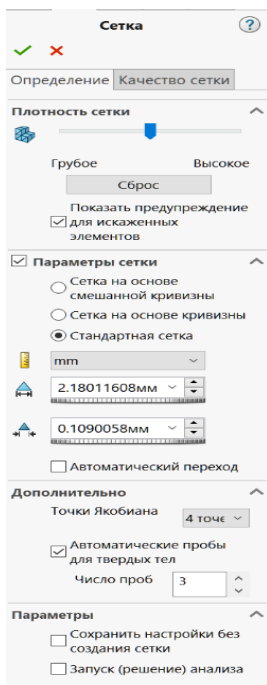

Рис. 1.18. Меню создания сетки
– на панели инструментов, выбрав «Запуск → Создание сетки» (рис. 1.18);